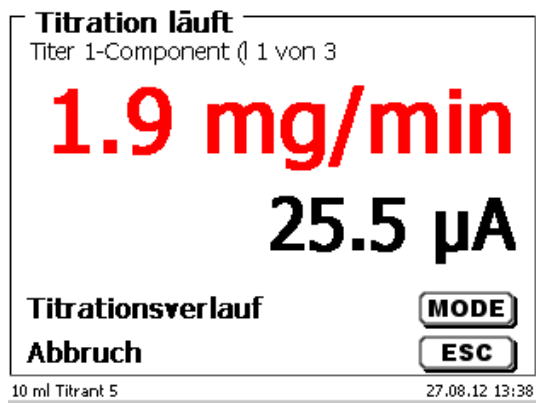

Abb. 70
- oder die Drift mit dem Messwert in μA (Abb. 70),